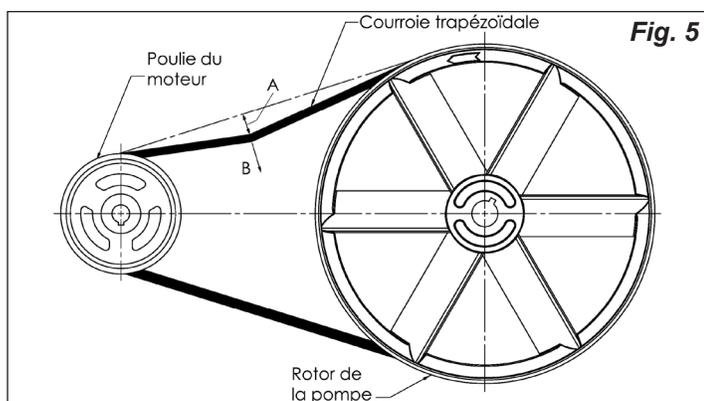

Fig. 5
Pour une efficacité d'entraînement et une durée de vie maximales de la courroie, l'alignement de la poulie et la tension de la courroie doivent être maintenus. La tension est correcte en présence d'un fléchissement (A) de 13 mm (1/2") après l'application d'une force (B) de 2,3 kg (5 lb) à mi-distance entre la poulie du moteur et le volant-moteur de la pompe (voir Fig. 5). Ce fléchissement peut être réglé en procédant comme suit. La poulie doit être soigneusement alignée sur le volant-moteur et toutes les vis d'arrêt doivent être serrées.
1. Retirez le protège-courroie en retirant les 3 capuchons (C) et les 3 vis (D) de l'avant du protège-courroie. Retirez 2 vis des supports (E) et 2 vis du bas du carénage (F). Soulevez le protège-courroie du compresseur. Outils nécessaires : tournevis plat et clé à douille 1/2".